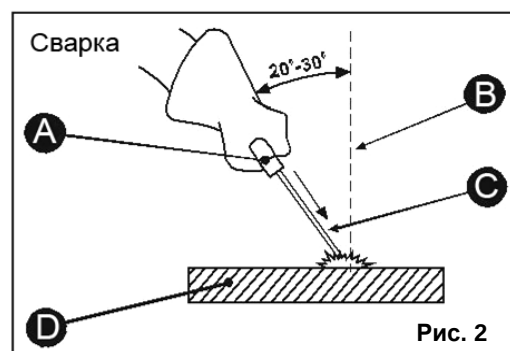

Рис. 2
- Сразу после зажигания дуги старайтесь сохранять расстояние между рабочей поверхностью свариваемой конструкции (D) и электродом (C) (См. Рис.2), приблизительно равное диаметру самого электрода. Старайтесь сохранять это расстояние постоянно во время сварки. Угол наклона электрода (C) от вертикальной оси (B) должен быть от 20° до 30°.
- Заканчивая шов, отведите электрододержатель (A) с электродом (C) немного назад, чтобы заполнилась сварочная ванна, а затем быстро поднимите его до исчезновения дуги.
- Удалите шлак и окалину со сварного шва с помощью специальной щетки (7), или молотка, зубила.